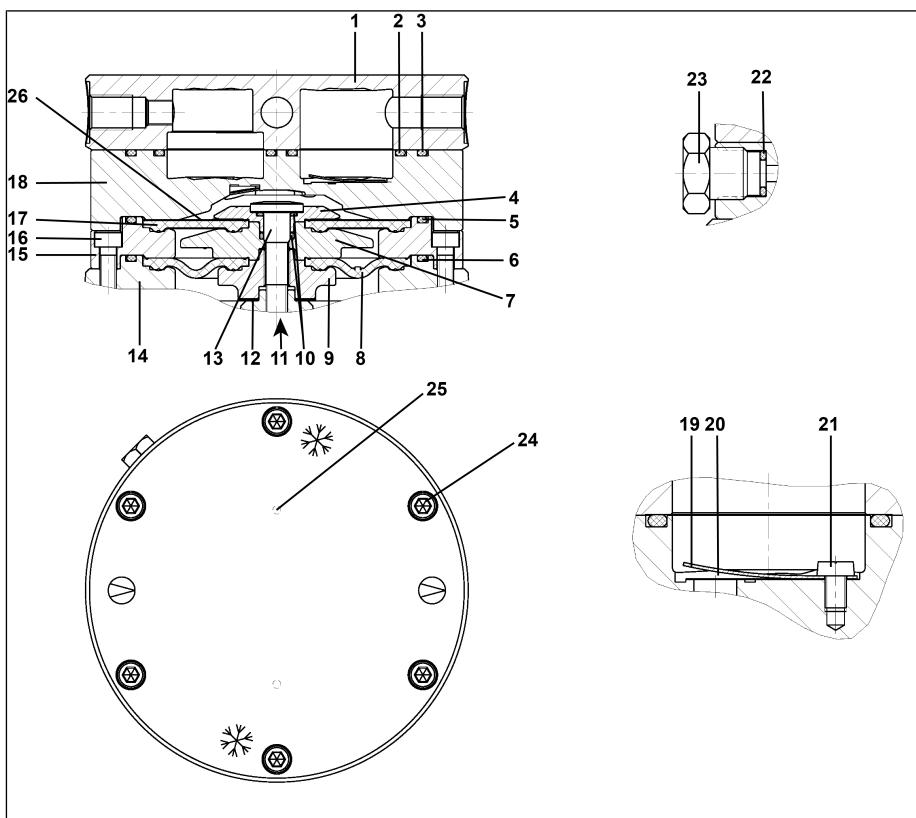

Abb. 19 Einzelteile des Pumpenkopfs
** Nach Abb. 19
i Die folgenden Positionsnummern beziehen sich auf Abb. 19 falls nicht anders angegeben.